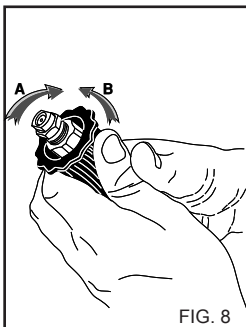

FIG. 8
- Voor de versie met reinigingsmiddelaanzuiging, moet het aanzuigcommando op de lans geactiveerd worden (fig. 8).
- 4) Spoel na gebruik met reinigingsmiddel, het aanzuigcircuit; steek de aanzuigslang (fig. 8) van reinigingsmiddel in een reservoir met schoon water en laat de pomp 1 minuut werken, en met de lans in afgiftestand van reinigingsmiddel.
**GEBRUIK VAN DE VERSTELBARE KOP (Fig. 8)**